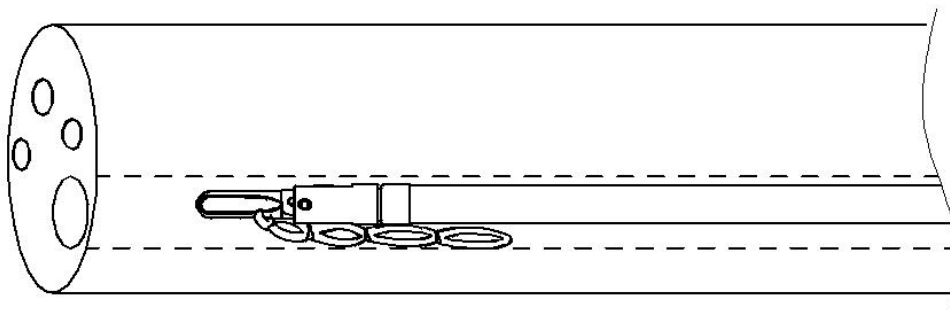

Bild 3
1. Öppna påsen och ta bort reglageskyddet från den distala delen av klämman för att exponera klämman med den förinstallerade elastiska ringen. Sätt försiktigt in enheten i endoskopkanalen och se till att klämman är i stängt läge (bild 3).